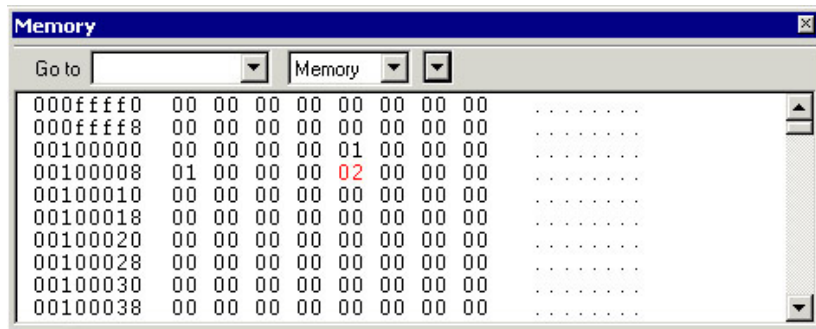

图 18. 8-bit 模式显示存储器窗口
- ① 选择主菜单 View > Memory 打开存储器窗口，见图 18(用 8-bit 显示数据)。
- ② 激活 *Utilities.c* 窗口并双击变量 `root`。用鼠标将其拖到存储器窗口。
- ③ 如果希望以 16-bit 显示数据，在存储器窗口定部的下拉菜单中选择 2x Units 命令。